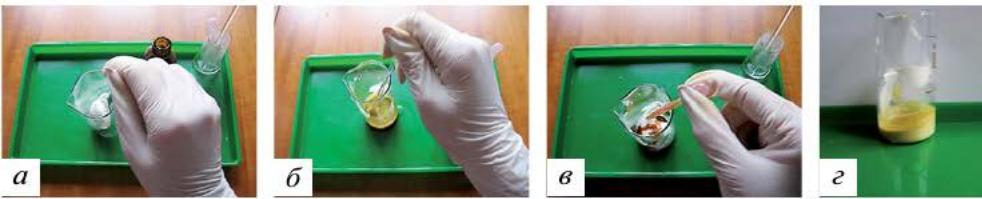

Рис. 7.15. Определение примесей крахмала в сметане
1. В сосуд поместите чайную ложку сметаны (рис. 7.15, а).
2. Добавьте из пипетки-капельницы 2—3 капли раствора иода или люголя (рис. 7.15, б).
3. Перемешайте смесь стеклянной палочкой (рис. 7.15, в).
Образец (рис. 7.15, г) **является доброкачественным**.